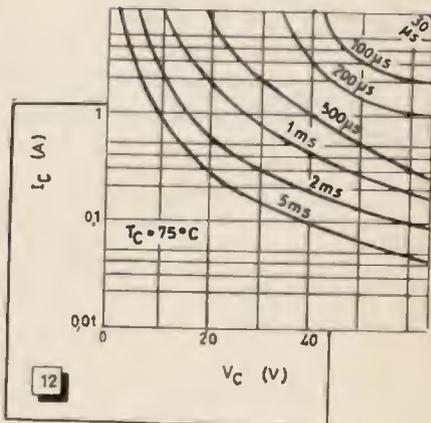
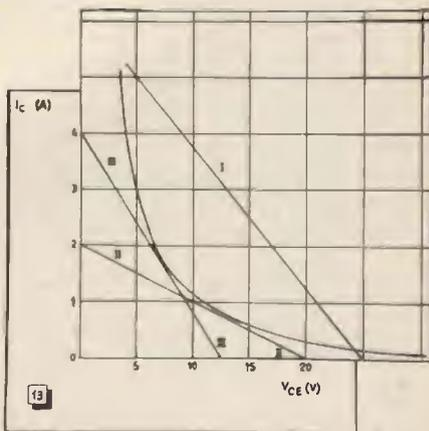
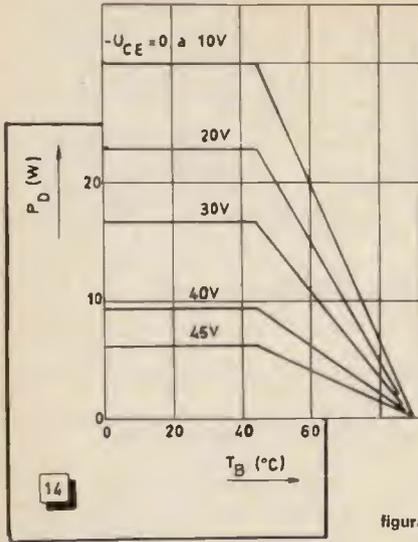
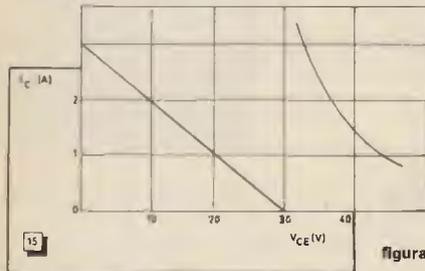

figura 12
figura 13
figura 14
figura 15
Per i transistor di potenza, i fabbricanti indicano spesso non solo un limite massimo di dissipazione, ma anche un limite per la massima potenza istantanea. Questo limite è funzione della temperatura, ma varia anche al variare della tensione di collettore. Ad esempio, la figura 12 mostra il grafico relativo alla tenuta in potenza del BD113 che abbiamo precedentemente preso in esame: dal grafico possiamo rilevare per quanto tempo si possono applicare simultaneamente una tensione e una corrente di collettore prefissate. Ad esempio con una tensione di collettore di 40 V il transistor può sopportare una corrente di collettore di 1 A solo per la durata di 500 µs. Passato questo intervallo di tempo, muore.
Nel caso dell'esempio precedente ($V_A = 50$ V, $R_L = 4 \Omega$), si avrà così $I_C = 1$ A per $V_{CE} = 21$ V, $I_C = 2$ A per $V_{CE} = 17$ V, etc., e si vede subito che c'è una incompatibilità assoluta tra questi valori e il grafico di figura 12, a meno che non si voglia realizzare un amplificatore la cui vita sia di pochi microsecondi.
Per vedere ciò che può realmente ottenersi dal transistor in questione, è preferibile ridisegnare il grafico della figura 12 con una scala lineare per le correnti (figura 13). L'espressione (5) dà allora origine a una retta, che può essere paragonata a una retta di carico tracciata in una rete di caratteristiche in cui sia prevista una iperbole per la raffigurazione della potenza massima; salvo il fatto che la curva limite non è, in questo caso, una iperbole esatta, e soprattutto, che non si può in alcun caso superarla.
La retta I in figura 13 corrisponde al caso prima considerato, e si vede molto chiaramente che simili condizioni di funzionamento non possono venir prese in considerazione. Nel caso delle rette II e III le limitazioni sono rispettate, e si giunge, fatti tutti i calcoli, rispettivamente a $V_A = 40$ V, $R_L = 10 \Omega$, $P_S = 16$ W, e, $V_A = 25$ V, $R_L = 3,1 \Omega$, $P_S = 25$ W.
Lo scarto tra la potenza calcolata nel modo prima visto e quello su accennato, diminuisce per i transistor di dissipazione maggiore, e ne esistono anche alcuni per i quali è superfluo, per lo meno per le applicazioni che stiamo esaminando, tener conto della tenuta ai picchi di potenza. Come primo esempio, possiamo citare il transistor AD131 e ciò perché le informazioni tecniche della Siemens danno per il grafico della tenuta in potenza, una versione notevolmente diversa da quella di figura 12. Come mostra la figura 14, non si è tenuto conto della durata del funzionamento, ma della temperatura. Il grafico indica dunque, in funzione della tensione di collettore e della temperatura, la potenza che il transistor è capace di dissipare. Ciò non ci impedisce di dedurre (figura 15) un grafico che consenta l'applicazione del procedimento della retta di carico già utilizzato in figura 13. Poiché l'AD131 ammette una tensione di collettore di 64V e una corrente massima di 3A, la retta di carico (figura 15) è stata tracciata in modo che questi limiti siano raggiunti. Si vede chiaramente che essa resta ancora molto distante dalla curva che dà il limite di tenuta in potenza.